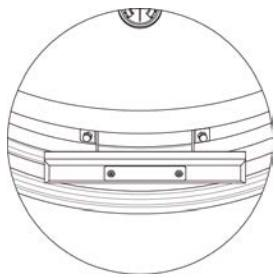

Figure 7
**ÉTAPE 9A** Installez la poignée avant avec le dessus du gril en position fermée - prenez soin de ne pas trop serrer les écrous... (Voir figure 7)